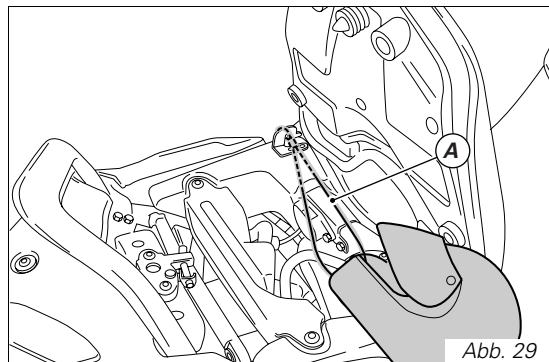

Abb. 29
Unter der Beifahrersitzbank befindet sich ein Haken für das Kabel zur Helmbefestigung. Das Kabel (A) durch den Helm führen und die Kabelschlaufen am Haken sichern. Den Helm zur linken Seite (Abb. 29) herunterhängen lassen und die Sitzbank wieder montieren, um den Helm zu sichern.